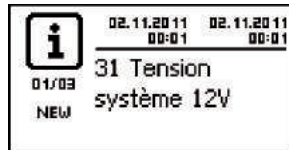
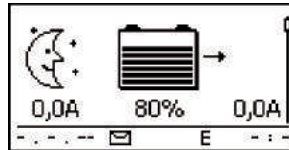

Fig. 11 Message d'événement comportant la tension du système détectée (exemple : 12 V)
Fig. 12 Position initiale de l'affichage d'état
2. ➞ Enclenchez le fusible externe de la batterie : introduisez la cartouche-fusible dans le portefusible (coupe-circuit à fusible) ou enclenchez le disjoncteur DC. Le régulateur se met en marche automatiquement et indique la tension du système détectée (= tension de la batterie) dans un message d'événement au bout de quelques secondes (Fig. 11).
3. ➞ Notez la tension du système indiquée sur Fig. 11.
4. ➞ Appuyez sur la touche « ESC » pour confirmer le message d'événement. La position initiale de l'affichage d'état apparaît (Fig. 12).
6. ➞ Si Fig. 11 et Fig. 12 ne s'affichent pas, vérifiez l'installation et supprimez l'erreur, si nécessaire, à l'aide des indications de la chapitre 15.